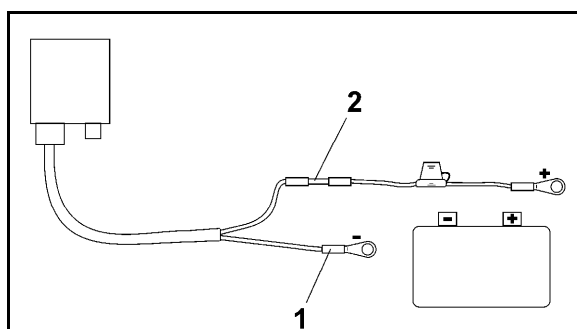

Fig. 4
4. Anslut den blå kabeln (jord) till det lösa ringstycket (Fig. 4/1).
6. För in den bruna kabeln (+ 12 Volt) i hylsan (Fig. 4/2)
8. Värm skarven (Fig. 4/2) med en varmluftspistol eller tändare tills limmet kommer ut